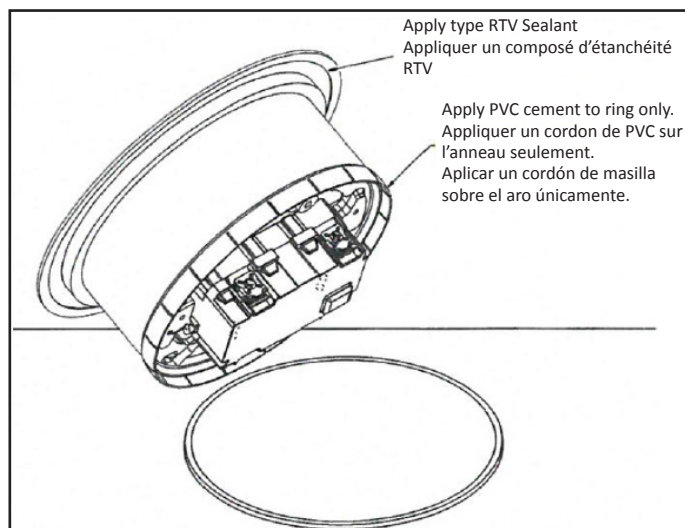

FIGURE 3
USE DIVIDER NUMBER: RF408 (FIG. 3)
15. Carefully apply PVC cement to PVC Leveling/Retainer Ring per manufactures instructions. (Fig. 3)
UTILISER UN SÉPARATEUR NUMÉRO : RF408 (FIG. 3).
15. Appliquer soigneusement du ciment à PVC sur l'anneau de nivellement/de retenue en PVC conformément aux directives du fabricant. (Fig. 3).
MULTISERVICIO (ENERGÍA/TELÉFONO-DATOS) SE REQUIERE UN DIVISOR DE BAJA TENSIÓN. USAR EL NÚMERO DIVISOR: RF408 (FIG. 3)
15. Aplicar cuidadosamente cemento al aro de nivelación/retención en PVC siguiendo las instrucciones del fabricante (Fig. 3).